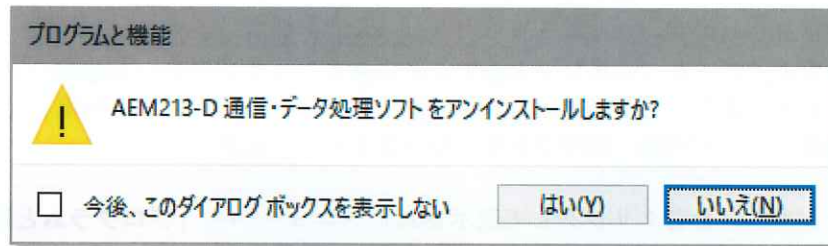

図 2.8 確認のダイアログ
- (3) 確認のダイアログが表示されますので[はい]をクリックするとアンインストールされます。(図 2.8)